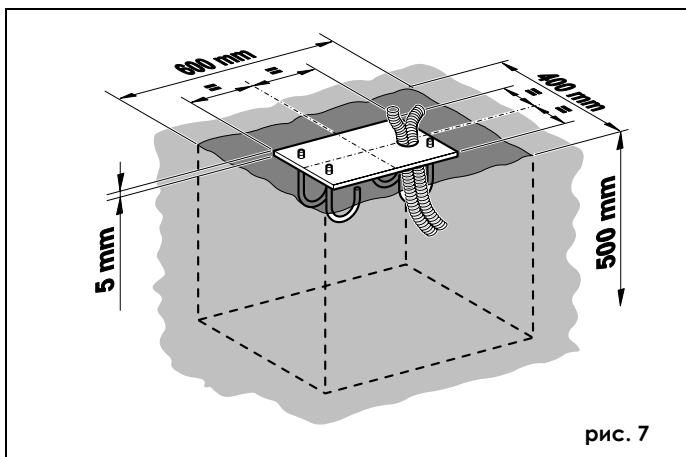

рис. 7
- 2) Сделайте фундамент, как показано на рис. 7 (размеры указаны для слабого грунта).
3) Установите фундаментную плиту, как показано на рис. 7, выведя один или несколько кабелепроводов для прокладки электрокабеля. Проверьте с помощью строительного уровня горизонтальность установки. Дождитесь застывания цемента.